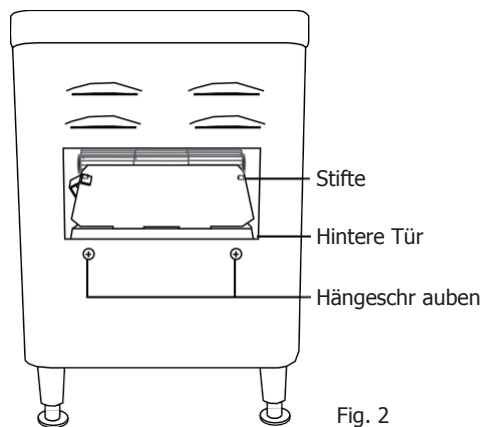

Fig. 2
1. Die hintere Toastertür entfernen und im Gerät befestigen. Dazu den geschwungenen Türvorsprung auf die beiden Stifte am Bandende legen [Abb. 2].